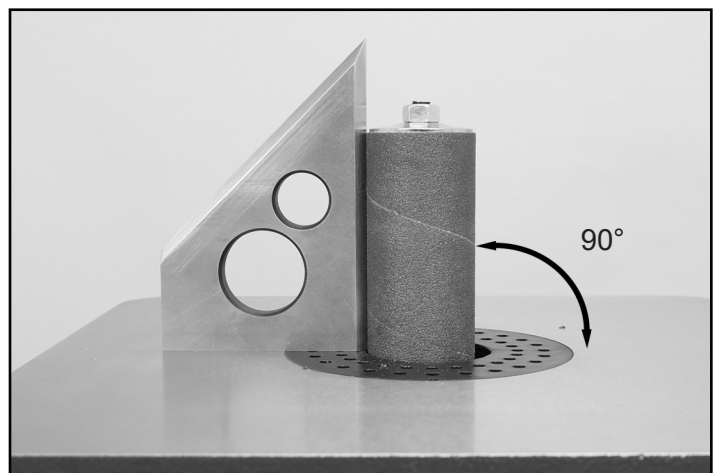

FIG. 6
2. À l'aide d'une équerre de 90° placée sur le dessus de table, déplacez l'équerre vers le manchon. Il doit mesurer 90°. (Fig. 6). Si la table n'est pas d'équerre avec le manchon, un ajustement peut se faire selon le réglage de la table.